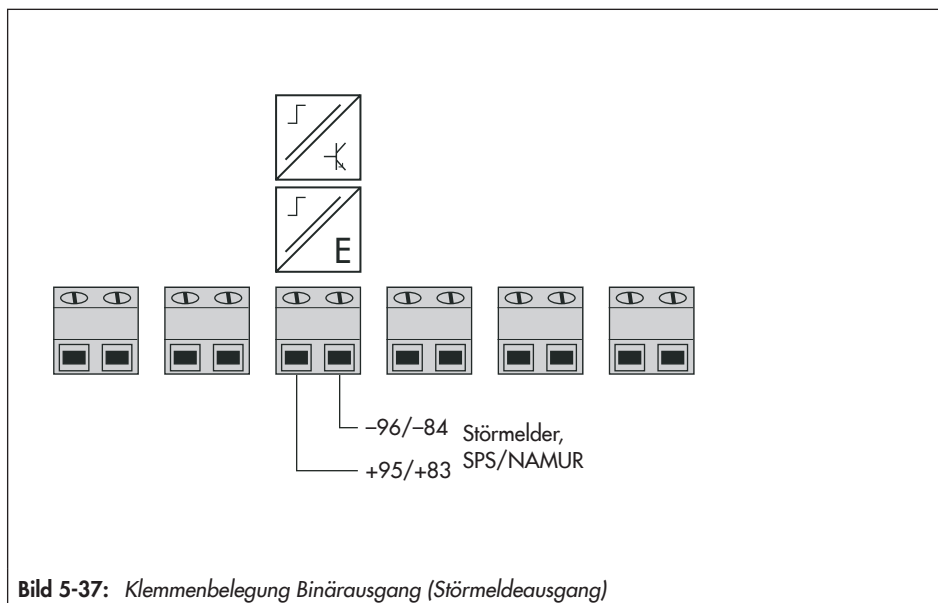

Bild 5-37: Klemmenbelegung Binärausgang (Störmeldeausgang)
- Ggf. Optionen nach Bild 5-32 bis Bild 5-37 anschließen.